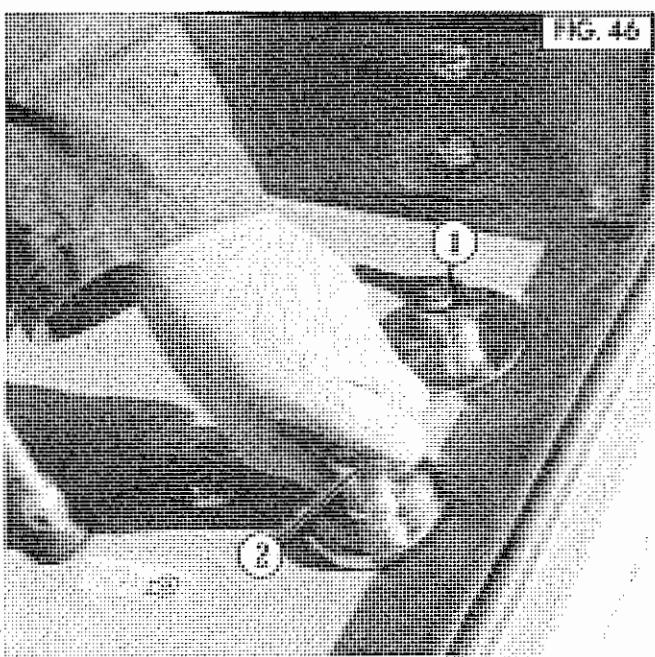

Fig. 46
- Die Hähne der Beregnungsanlage zudrehen, wenn aufgedreht Abb. 46
- Chiudere i rubinetti dell'impianto innaffiante se aperti Fig. 46